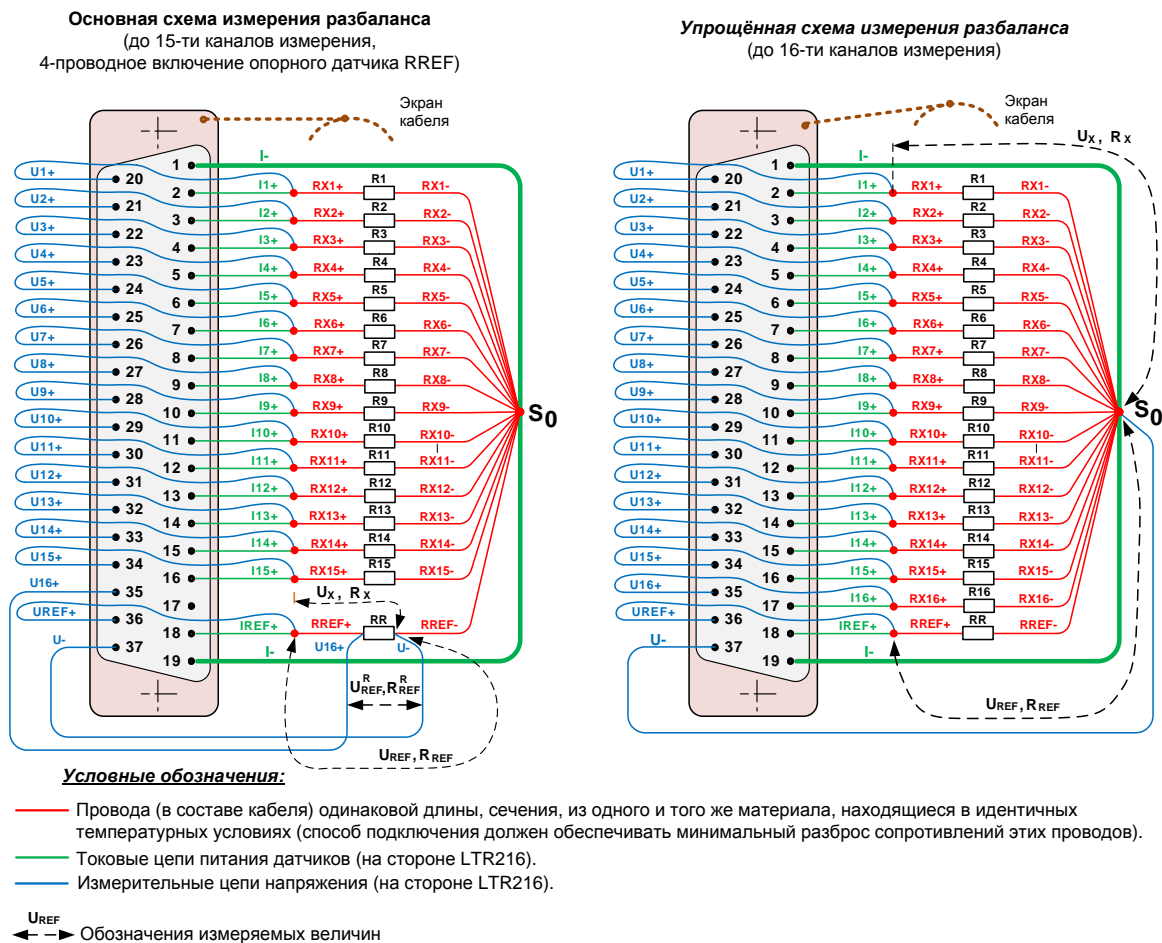

Рис. 8-7. Схемы подключения модуля LTR216
I-	Цепь суммарного втекающего тока питания всех тензодатчиков. Этой цепи принадлежит пара контактов (1 и 19) разъёма, к которым должна быть подключена токовая шина, в условном центре которой должна располагаться точка S_0 соединения цепей втекающего тока от всех датчиков, согласно рис. 8-7
UREF+	Цепь неинвертирующей фазы дифференциального входа измерения напряжения на опорном тензодатчике в цепи втекающего тока (на стороне LTR216), согласно рис. 8-7
U-	В основной схеме подключения (рис. 8-7 ,слева): – Цепь инвертирующей фазы дифференциального входа измерения напряжения на опорном тензодатчике в цепи вытекающего тока В упрощённой схеме подключения (справа):
U16+	В основной схеме подключения (рис. 8-7 , слева): – Цепь неинвертирующей фазы дифференциального входа измерения напряжения на опорном тензодатчике в цепи втекающего тока (на стороне тензодатчика). В упрощённой схеме подключения (рис. 8-7 , справа): – Цепь неинвертирующей фазы дифференциального входа измерения напряжения на тензодатчике 16-го канала в цепи втекающего тока
На рис. 8-7 показаны детальные схемы подключения LTR216 для основной и упрощённой схемы.
Практически выполнить комплекс вышеуказанных требований подключения возможно в случае применения единого кабеля от одного модуля LTR216, с общим экраном, парного, с приемлемым сопротивлением провода. При разделке и подключении концов данного кабеля также необходимо соблюдать равенство длин проводов (указанных красным на схеме рис. 8-7). На удалённой стороне датчиков цепь экрана кабеля соединять не рекомендуется (для исключения сквозных токов по экрану кабеля с учётом того, что экран кабеля имеет электрическую связь с цепью заземления через цепь корпуса крейта LTR и его штатную клемму заземления).
Для обеспечения нормальной работы по схемам рис. 8-7 должен быть обязательно подключен опорный тензодатчик RREF и тензодатчик хотя бы в одном рабочем канале RXi. У неиспользуемого j-го канала рекомендуется оставить соединёнными на стороне LTR216 цепи Uj+ и Ij+.
Вариант 2. Распайка кабеля через кросс-панель. В некоторых задачах системной интеграции с применением LTR216 возможно использовать близко расположенную к LTR216 кросс-панель (например, в составе коммутационного шкафа) для выполнения соединений между LTR216 и кабеля от датчика. В этом случае соединения соответствующих цепей, показанных на рис. 8-7, следует сделать не на кабельной части разъёма (как в варианте 1), а на кросс-панели, соблюдая вышеуказанные требования, включая схождение в точку S_0 соответствующих проводов. В этом случае провода от LTR216 до кросс-панели не потребуются выравнивать по длине. В основной схеме измерения следует сохранить парность прокладки цепей U16+, U-, а также общую цепь экрана с аналогичным экранированием всех соединений от каждого модуля LTR216.
Металлизированные отверстия под запайку проводов от датчиков имеют диаметр 0,85 мм. В отверстие может быть запаян многожильный провод сечением до 0,38 мм² или одножильный до 0,5 мм². Плата переходника имеет защитную маску, облегчающую пайку. Сверху платы нанесена минимально достаточная маркировка для понимания назначения отверстий. Обозначения соответствуют схемам, рис. 8-7.
Название цепей см. на рис. 8-7. Все признаки исправности следуют из физического смысла и принципа работы измерительных цепей LTR216, см. рис. 8-3.
3. Напряжение на контактах с 2-го по 18-ый и с 20-го по 36-ой должны иметь величину $I_{REF} * (R_{REF} + 2R_X)$, где I_{REF} – это установленный ток питания датчиков, R_{REF} – это номинальное сопротивление датчика, R_X – это сопротивление провода; за исключением неиспользуемого контакта 17 в основной схеме на рис. 8-7 (слева) и неиспользуемых рабочих каналов измерения. В частности, напряжение на контактах 18 и 36 опорного канала также должно соответствовать величине $I_{REF} * (R_{REF} + 2R_X)$.